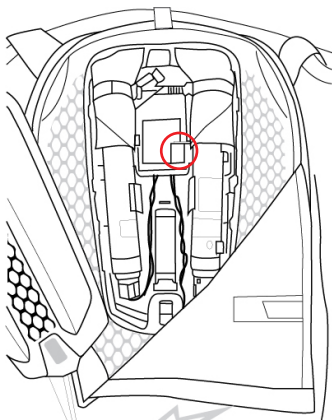

Figure 30 : Emplacement du commutateur du mode d'expédition
Lors de l'expédition du système, l'utilisateur DOIT mettre le système en MODE EXPÉDITION. Pour ce faire, l'utilisateur doit accéder à l'électronique du système en ouvrant le boîtier électronique (16) et en utilisant le commutateur de mode d'expédition (14), situé comme indiqué sur la figure 30. Après avoir réglé le mode d'expédition sur ON, en faisant glisser le bouton blanc vers le haut, l'utilisateur peut expédier le système. Pour revenir au fonctionnement normal du système, l'utilisateur doit mettre le mode expédition sur OFF, en faisant glisser le bouton blanc vers le bas du dos.